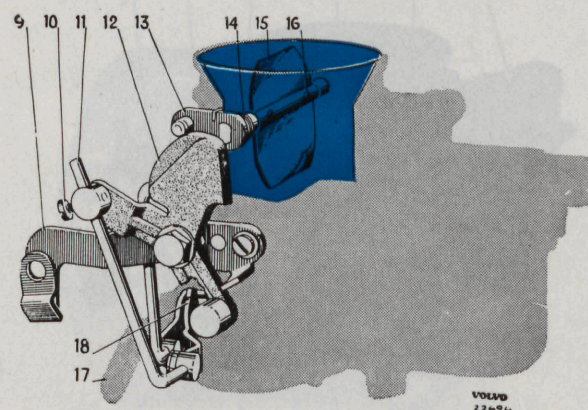

Bild 11. Chokeanordning med snabbtomgång.
För att berika bränsleluftblandningen vid start av kall motor användes chokeanordningen, som manövreras från instrumentbrädan med ett reglage. Då reglaget vid start drages ut röres den kamformade hävarmen (12, bild 11). Därvid påverkas luftspjället (15) av fjädern (14) på spjällaxeln så att det stängs varigenom kraftigare vakuum och därmed större bränslegenomströmning erhålles. När motorn startat och vakuumet ökar kan luftspjället dock öppna sig i viss mån, emedan stängningskraften erhålles av fjädern på spjällaxeln. Därigenom undviks för fet bränsleluftblandning.